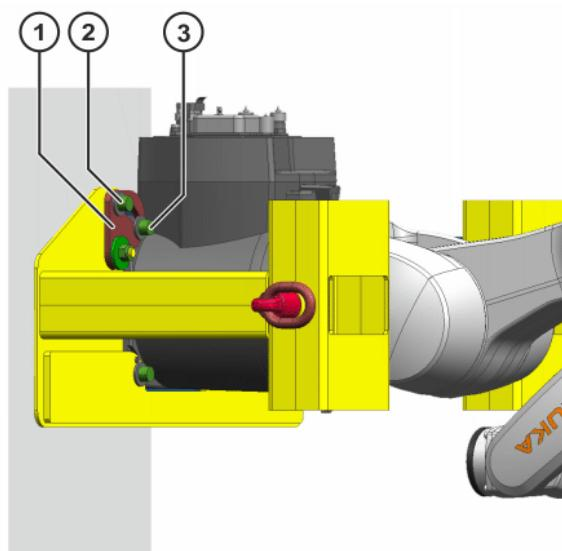

Abb. 11-13: Schwenkhalter positionieren und befestigen
15. Schwenkhalter auf Grundgestell positionieren (>> Abb. 11-13).